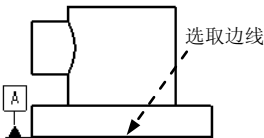

图 5.4.1 基准标注
在工程图中，经常需要标注基准（基准面、基准轴），以作为标注尺寸、公差等参数的参照。下面以在图 5.4.1 所示的视图中创建基准 A 为例，说明在工程图环境中基准标注的一般操作过程。
(1) 在“基准”对话框中的 **名称** 文本框中输入基准名 A。
(2) 单击该**定义**区域中的**在曲面上...**按钮，然后选取图 5.4.1 所示的边线。